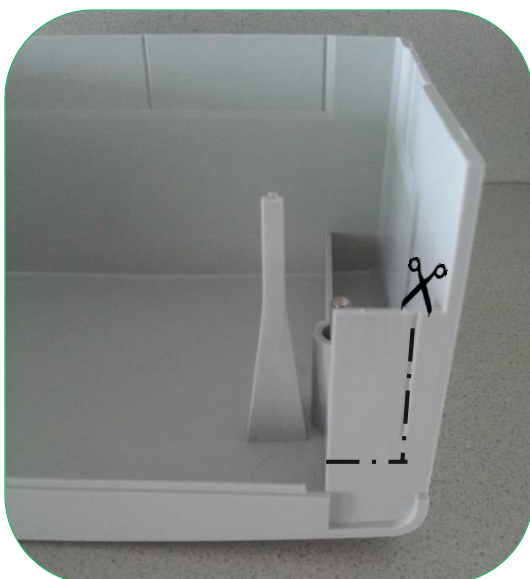

Bild 45: Abtrennen von Barriere
9. Vor Klemmendekel Montage ist die Barriere links oder/und rechts unter Klemmendekel (nur im Fall das SMGw im einsatz; je nach belegung Von Kabeln) entsprechend zu abtrennen (siehe Bild 45).